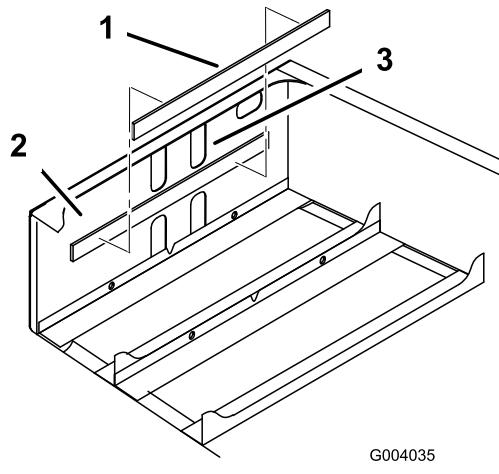

Bild 10
- Nehmen Sie den Klebestreifen hinten vom Batteriepolster ab und setzen Sie es vorne innen im hinteren Rahmen ein, siehe Bild 10.
Hinweis: Das Polster sollte sich ungefähr 0,75 cm unter der unteren Kante der oberen Stanzlöcher befinden (Bild 10).